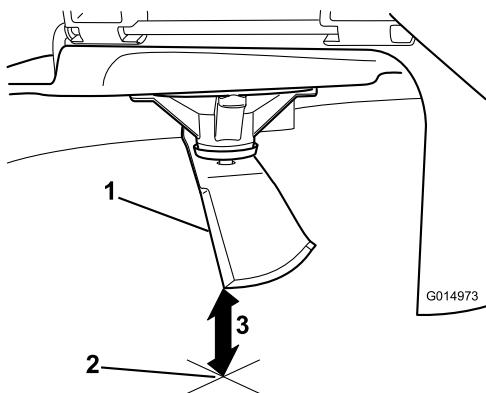

Figura 96
5. Mida desde la punta de la cuchilla hasta la superficie plana (Figura 96).